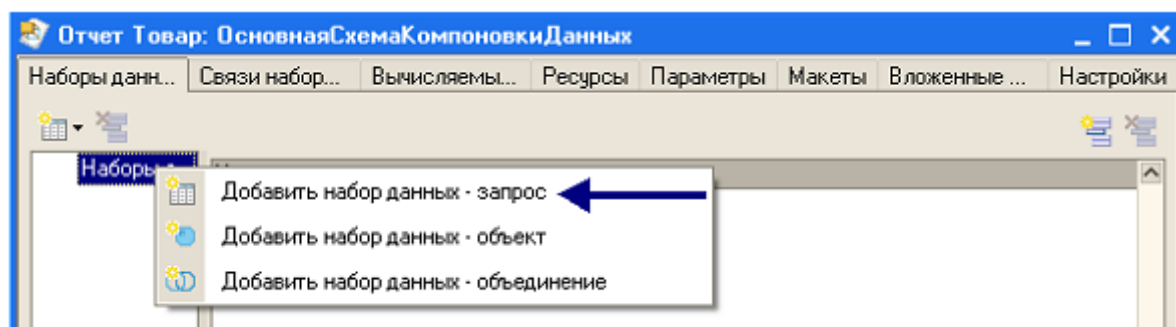
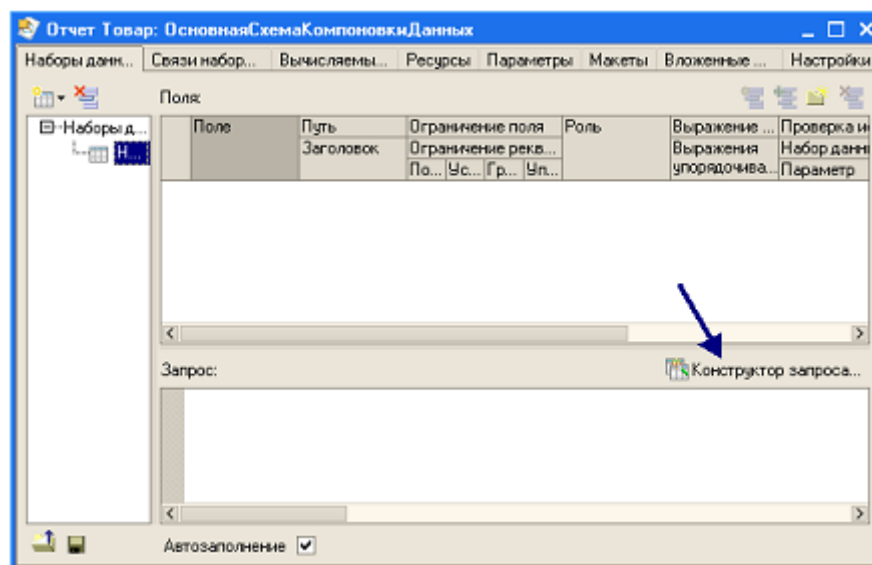

Рис. 59
Рис. 60
В закладке *Наборы данных* конструктора схемы компоновки (рис. 59) выберите *Добавить новый набор данных – запрос* – откроется окно схемы компоновки данных (рис.60).
- для того чтобы создать текст запроса, включите конструктор запроса, щелкнув на кнопке *Конструктор запроса* (рис.60).